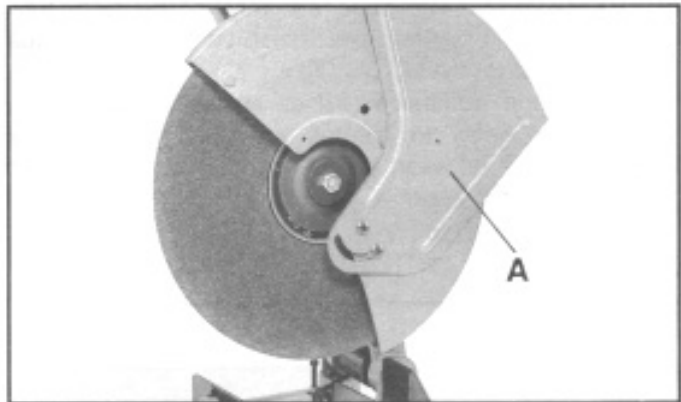

Fig. 21
2. Basculer le carter mobile (A) FIG.21 comme sur la photo.